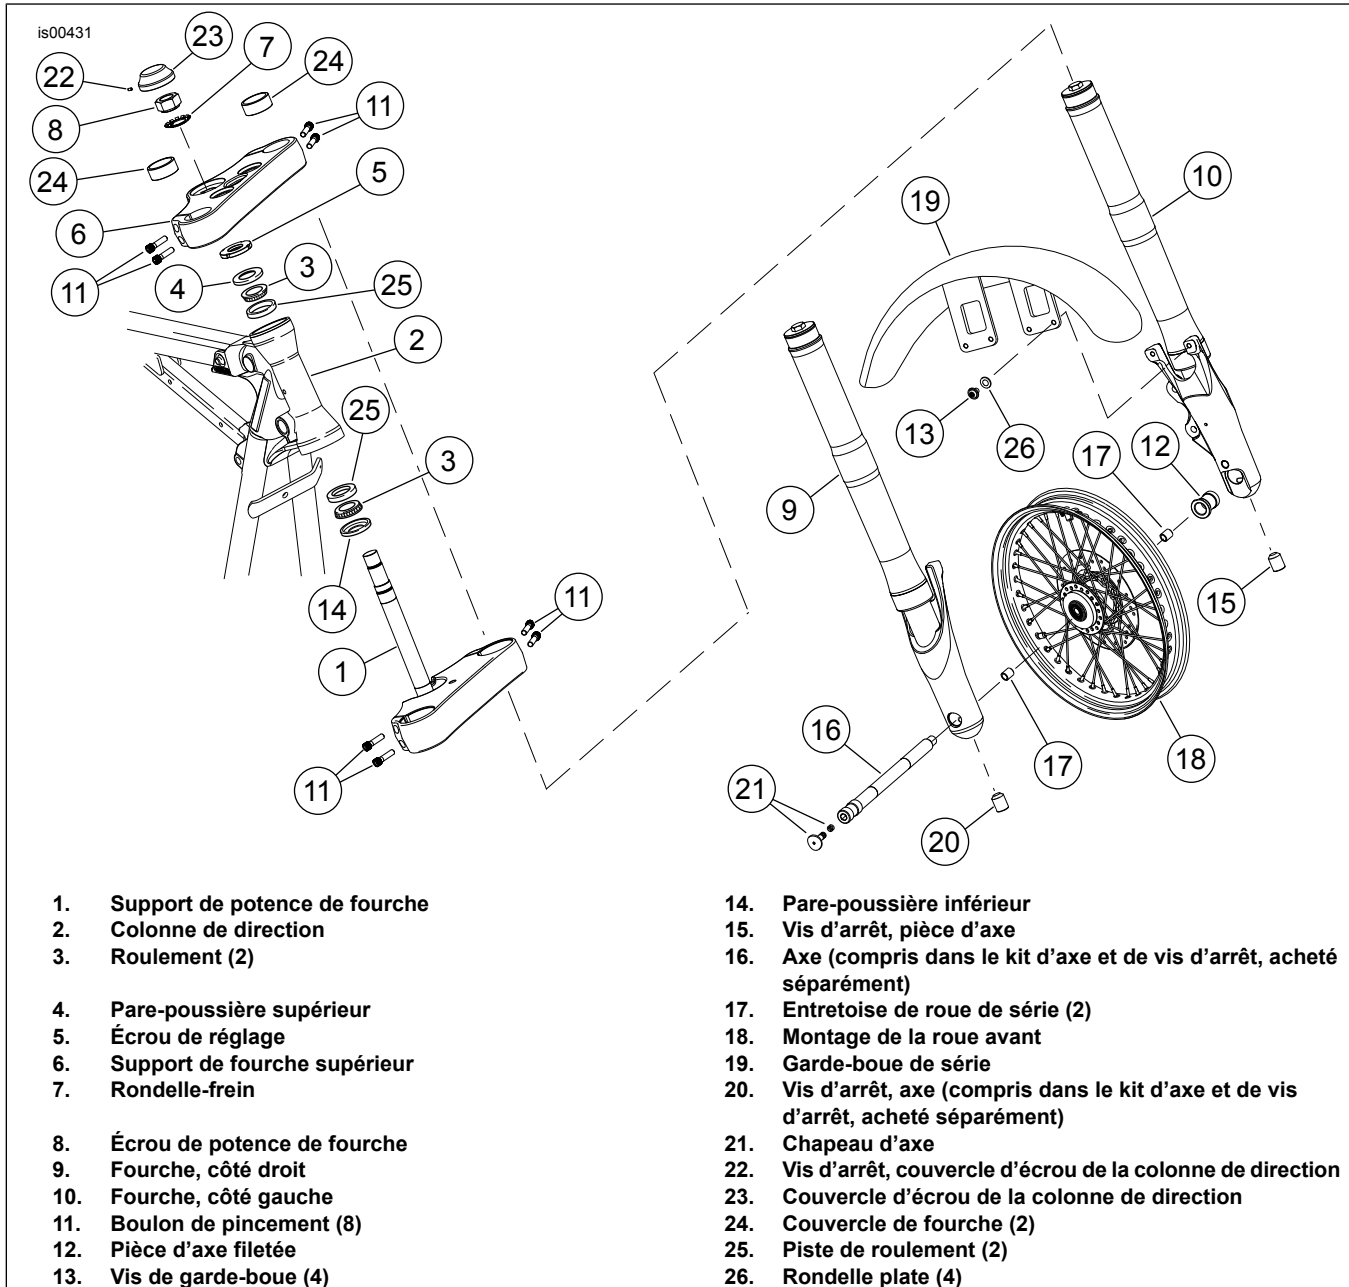

Figure 1. Installation de la fourche inversée
Voir Figure 1 pour la procédure suivante.
- n. Voir Figure 1. Enduire d'un peu de Loctite 243 (bleu) la vis d'arrêt du couvercle d'écrou de la potence de fourche (22). Installer le couvercle d'écrou (23) de la potence de fourche et une vis d'arrêt sur l'écrou de la potence de fourche.